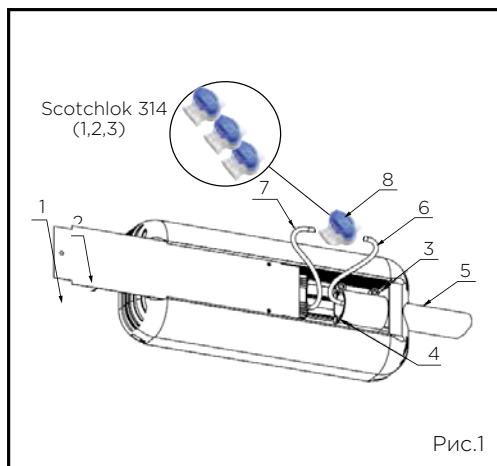

Рис.1
Для монтажа и подключения светильника «ДКУ» к электрической сети необходимо (рис. 1):
- Закрепить ДКУ_кронштейн_01 (рис.1) на опору, столб, верхнее основание, стены и т.д. Для этого: